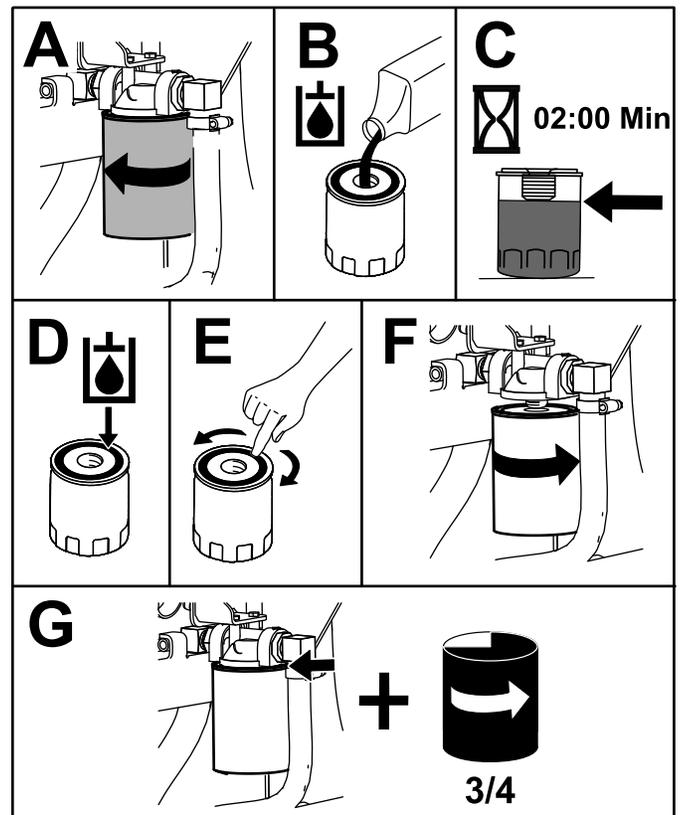

Figura 72
4. Coloque un recipiente debajo del filtro y reemplace el filtro (Figura 72).